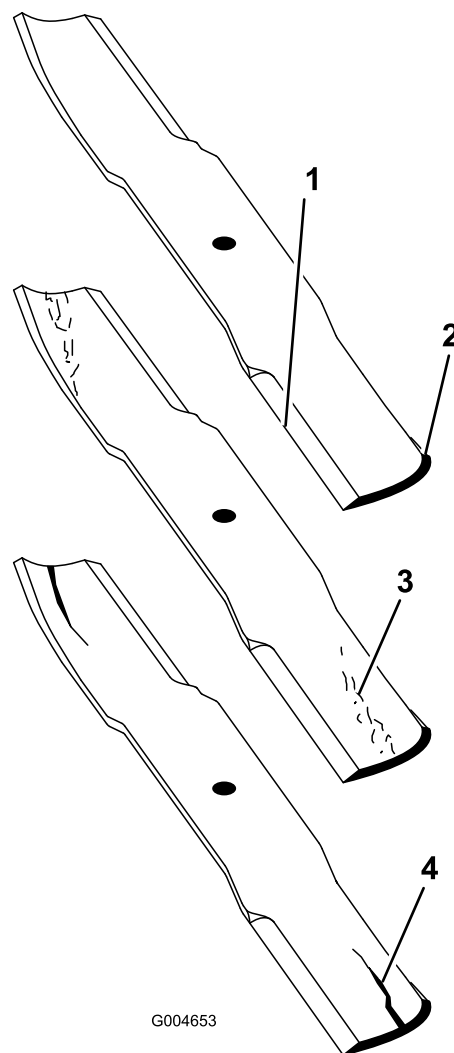

図 104
2. ブレードの切っ先を注意深く観察、特に、直線部と曲線部が交わる部分をよく観察する 図 104。
注 この、直線部と曲線部の交差域は、砂などによる磨耗が進みやすい部分なので、機械を使用する前によく点検することが必要である。磨耗が進んでいる場合 図 104には、ブレードを交換する。